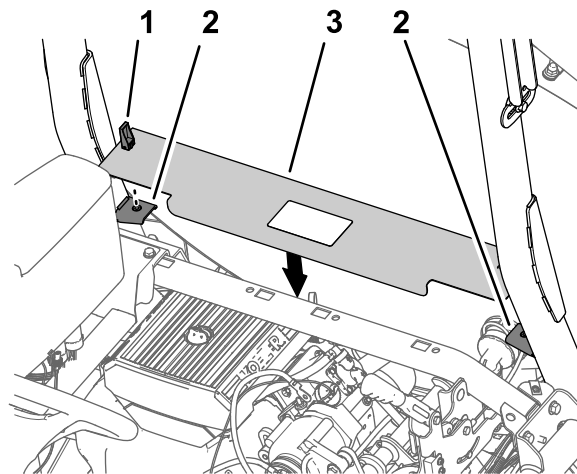

図 221
1. エンジンアクセスパネルのラッチを、ROPSバーのパネルサポートブラケットのブッシュに合わせる 図 221。
2. パネルをブラケットに取り付ける 図 221。
3. ハンドルラッチを下に回してパネルをブラケットに固定する 図 221。